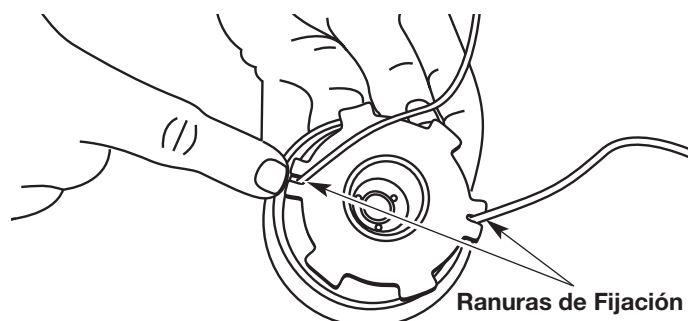

Fig. 38
12. Inserte los extremos de la línea en las dos ranuras de fijación (Fig. 38).